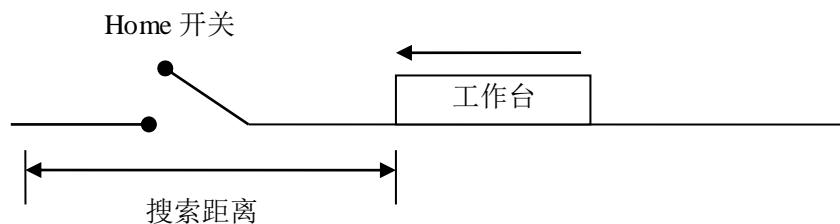

图 8-4 Home+Index 回原点示意图 1
- (1) 首先启动 Home 捕获。令工作台（轴）向原点（Home）开关方向运动（点位运动模式）。搜索距离就是在这个距离以内，工作台肯定可以运动到原点开关处。如图 8-4 所示。应该注意，不要让轴跑过原点开关位置时才启动 Home 捕获，这样自然会捕获失败。